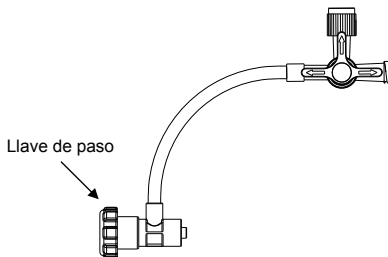

Fig.5 Válvula hemostática
- 3) Válvula hemostática (Fig.5)